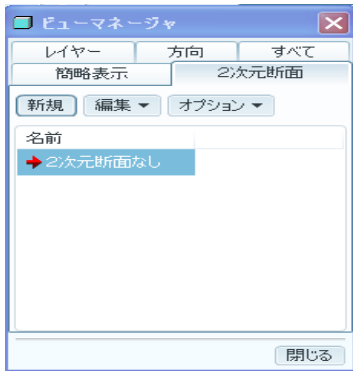

図 4-73 ビュー マネージャ
- まず、メインツールバーの「ビュー・マネージャ」 をクリックすると図 4-73 のダイアログボックスが表示される。